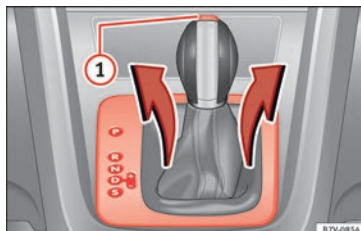

Abb. 49 Abdeckung der Schaltkulisse abbauen.
- Abdeckung im Bereich der Wählhebelmanschette nach oben ziehen » Abb. 49.
- Sperrtaste » Abb. 49 ① im Wählhebelgriff drücken und Wählhebel in Stellung N bringen.